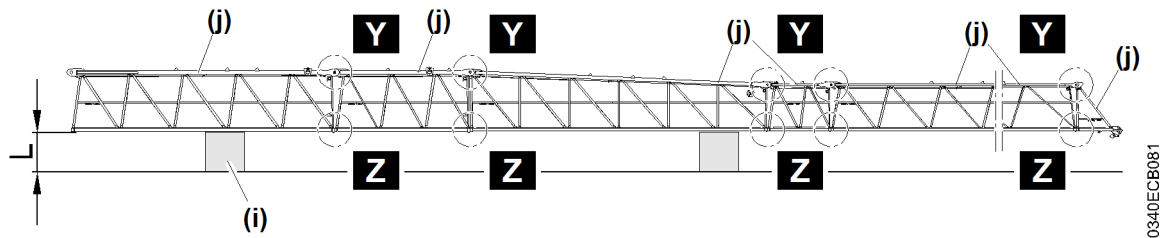

Fig. 330: Auslegerteile montieren
Die Laufkatze kann nur in den Ausleger geschoben werden, wenn mindestens 2,0 m Bodenfreiheit unter dem Ausleger vorhanden ist. (siehe: Fig. 330, Seite 352)
- ▶ Auslegerteile mit genügend Bodenfreiheit (Maß **L** beachten) zusammensetzen. (siehe: Fig. 330, Seite 352)
- ▶ Laufkatze als zusätzliche Auflage nutzen: Ausleger-Zwischenstück mit genügend Bodenfreiheit (Maß **L** beachten) auf Auflage positionieren. (siehe: Fig. 330, Seite 352)